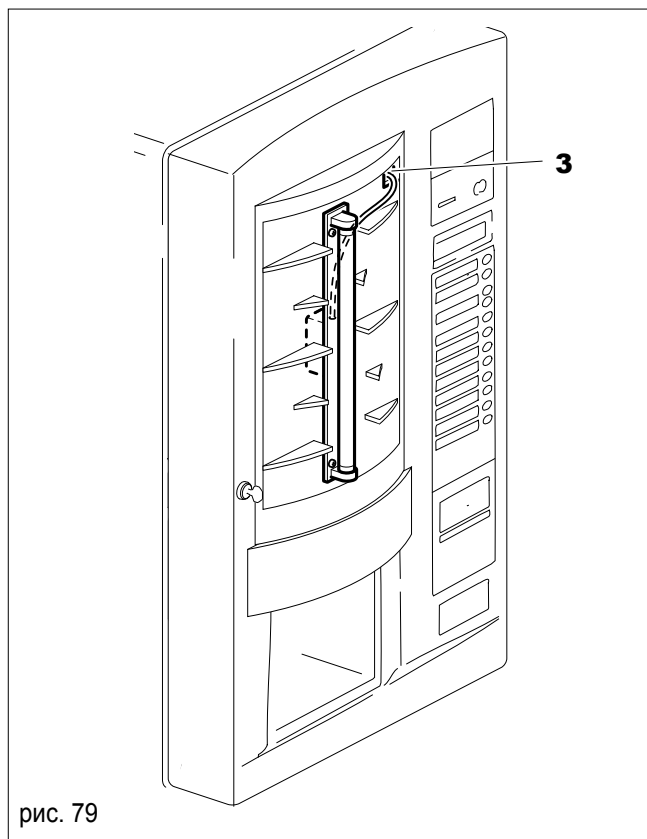

рис. 79
- Подсоедините питание лампы в специальный разъем в двери автомата (**3**, рис. 79);